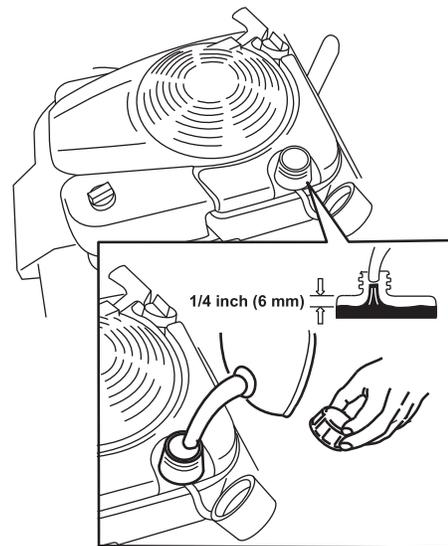

Figura 11
1. Limpie la zona alrededor del tapón del depósito de combustible y retire el tapón del depósito (Figura 11).
2. Llene el depósito, dejando un espacio libre de al menos 6 mm (1/4 pulg) entre la gasolina y la parte inferior del tubo para permitir la dilatación de la gasolina (Figura 11).